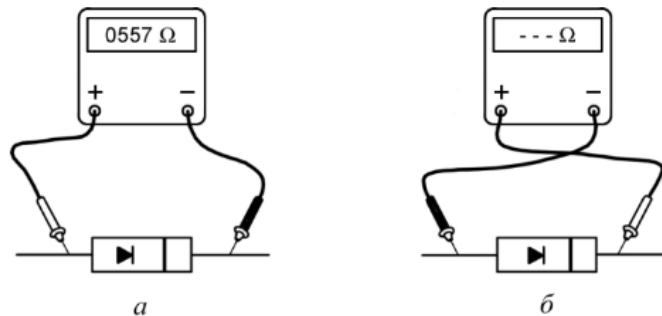

Рис. 10.9. Проверка диодов
1. Выявление неполадок диодов и стабилитронов. Исправные полупроводниковые диоды и стабилитроны обладают односторонней проводимостью, а большинство неисправных – двусторонней проводимостью. Возможен также внутренний обрыв. Для выявления неполадок диода один из его выводов отпаивают от печатной схемы и, пользуясь омметром, проверяют наличие односторонней проводимости диода. При прямом включении омметра положительный полюс внутренней батареи омметра подключают к аноду диода. В цифровых мультиметрах в режиме испытания р-п-перехода используется ток порядка 1мА, а на дисплее отображается падение напряжения на этом переходе в милливольтках. У исправных германиевых диодов падение напряжения составляет 100...200 мВ, у кремниевых – около 600 мВ. При обратном подключении исправного перехода дисплей показывает переполнение счетчика (см. рис. 10.9).